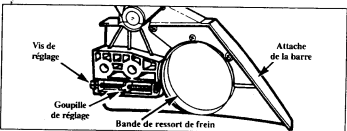

Figure 10
- Tournez la vis de réglage (Figures 10 & 13) dans le sens contraire des aiguilles d'une montre pour déplacer la goupille de réglage (Figure 10) presque aussi loin que possible vers l'arrière.